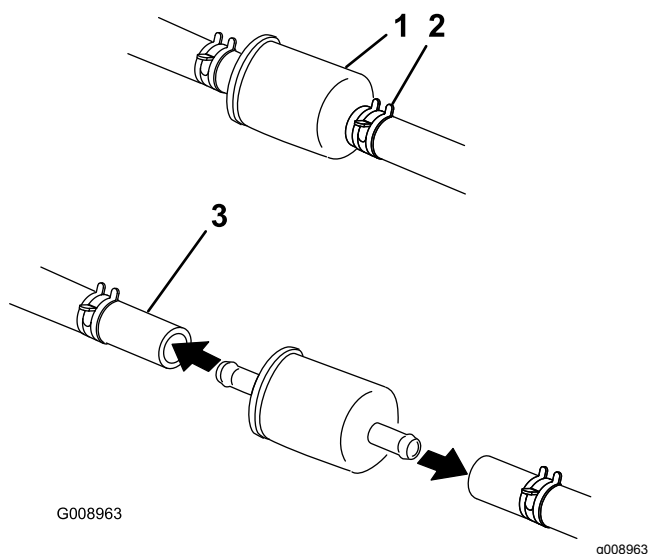

Figura 62
4. Feche a válvula de corte do combustível debaixo do banco (Figura 62).
5. Aperte as pontas dos grampos da tubagem e afaste-as do filtro (Figura 62).
7. Instale um filtro novo e coloque as abraçadeiras junto ao filtro (Figura 62).